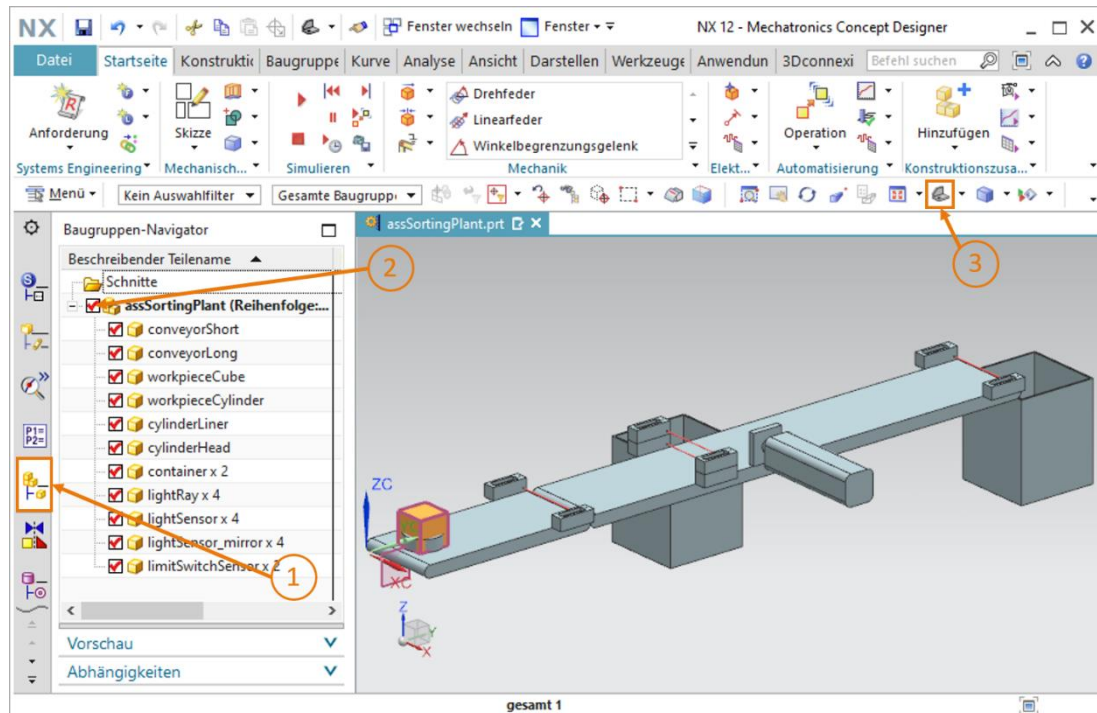

Abbildung 25: Erstellen des Kollisionskörpers für workpieceCube – Einblenden der Baugruppe
- Aktivieren Sie, wie bereits in "**Abschnitt: Aus-/Einblenden von Komponenten und Baugruppen**" beschrieben, im Untermenü "Baugruppen-Navigator" aus der Ressourcenleiste die Baugruppe "**assSortingPlant**" mittels eines Klicks auf das graue Häkchen (siehe Abbildung 25, Schritt 1 + 2). Wechseln Sie anschließend in die trimetrische Ansicht, sodass Sie wieder Ihr vollständiges Modell sehen (siehe Abbildung 25, Schritt 3).